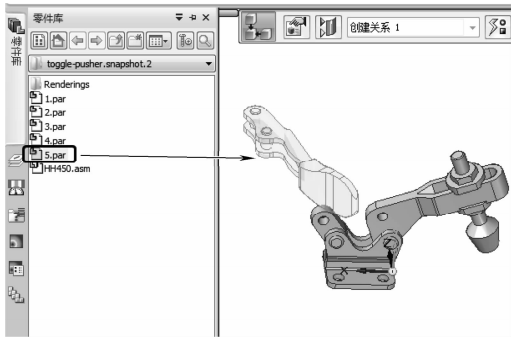

图 8-128 插入零件 5
- (1) 单击左侧【零件库】对话框，再单击选择文件的下拉箭头按钮，选择需要装配的【零件】所在文件夹，并把【零件5】拖到需要安装的区域，如图 8-128 所示。